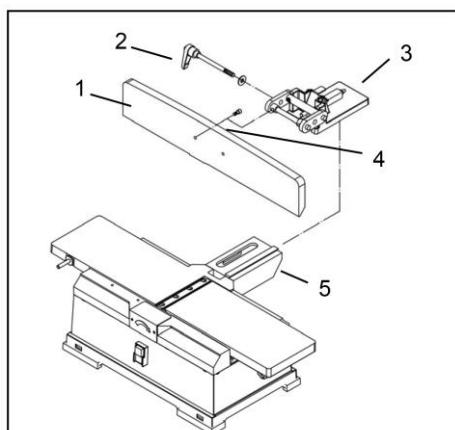

Рисунок 17
- Поверните рукоятку наклона упора (2, рисунок 17) против часовой стрелки, чтобы ослабить ее. Если необходимо переместить рукоятку, потяните ее наружу, поверните в новое положение и отпустите.
- Как только требуемый угол будет установлен, затяните рукоятку наклона упора (2,рисунок 17).